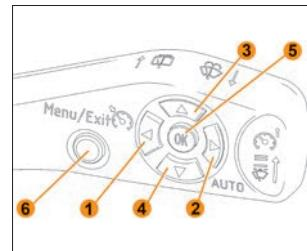

Рис. 31. Клавиши управления круиз-контролем и ограничителем скорости
Управление клавишами подрулевого переключателя показано на рис. 31.
- При включенном замке зажигания с помощью длительного нажатия (более 1 секунды) клавиши **6** на подрулевом переключателе (далее ПП) (рис. 31) должно привести к переводу клавиш «ПП» в режим управления функциями «КК и ОС». На дополнительном ЖКИ комбинации приборов (далее КП) должен включиться сигнализатор (режима выбора